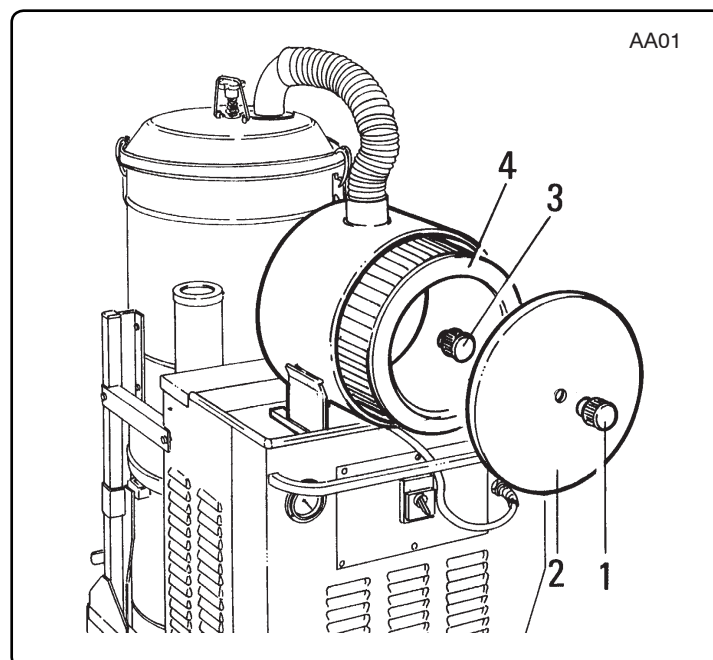

Fig. 8.5.4
8.5.3 - Sostituzione del filtro negli aspiratori nella categoria d'impiego "K1" fig. 8.5.4
8.5.3 - Changing the absolute filter on "K1" version vacuum fig. 8.5.4
8.5.3 - Remplacement du filtre dans les aspirateurs de la catégorie d'utilisation "K1" (fig. 8.5.4)
8.5.3 - Ersetzen des Filters in den Saugern der Verwendungskategorie "K1" Abb. 8.5.4